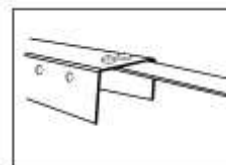

fig. 9
Tenga en cuenta que el tensor se ha de fijar en el lado inferior del perfil (4), fig. 9, de modo que las cabezas de los tornillos estén en la parte superior del perfil y las tuercas en la parte inferior del perfil.